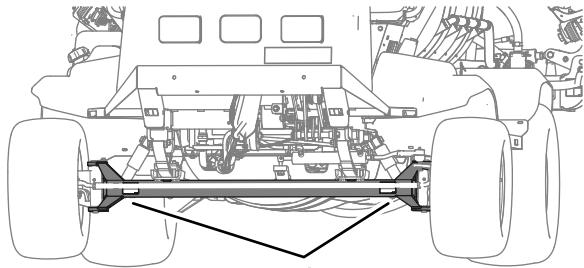
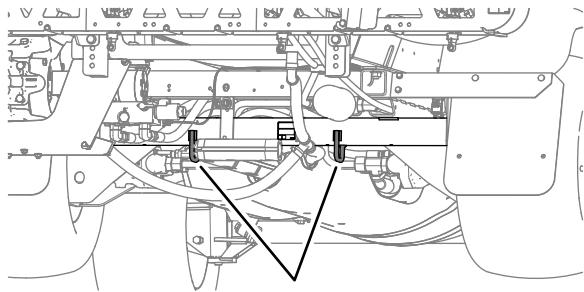

図 58
図 59
- 本機をトラックなどに載せて確実に固定する図 58 と図 59 に示すロープ掛けポイントを利用する。